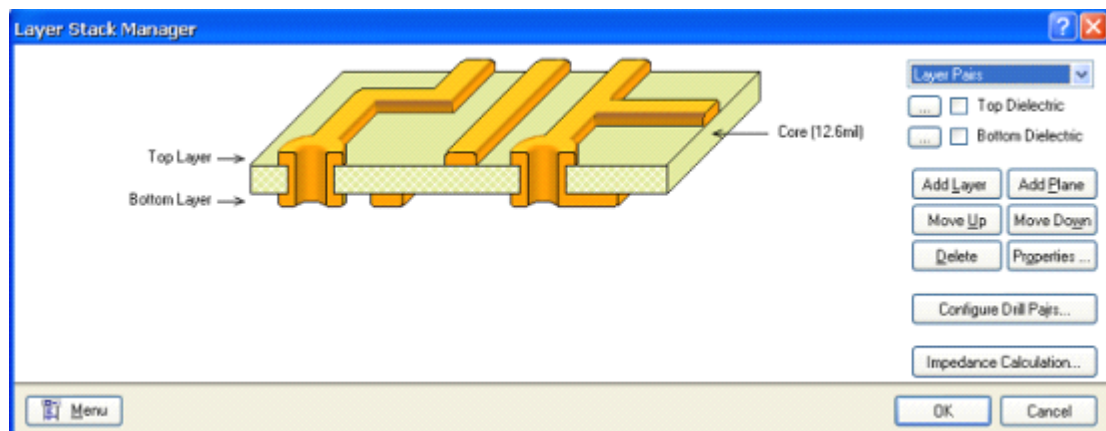

图6-18 层堆栈管理
1、选择 Design>>Layer Stack Manager [快捷键: D, K]，显示层堆栈管理对话框，如图6-18所示。